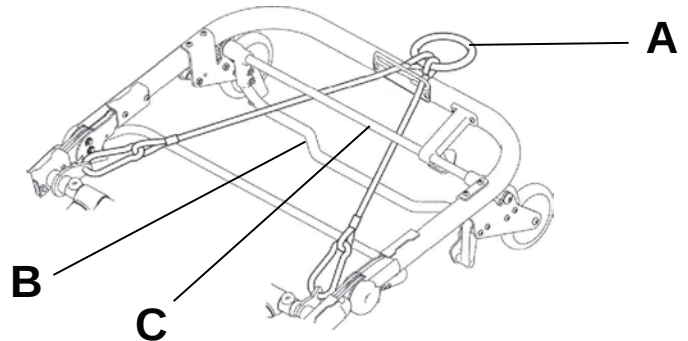

Abbildung 21 – Anbringen der Kabel der Abschleppvorrichtung
1. Die Seilwinde am Ring (A) der Abschleppvorrichtung einhängen (Abbildung 21).
3. Die Kabel über dem roten Entriegelungsbügel (B) und unter dem schwarzen Bügel (C) anbringen (Abbildung 21).